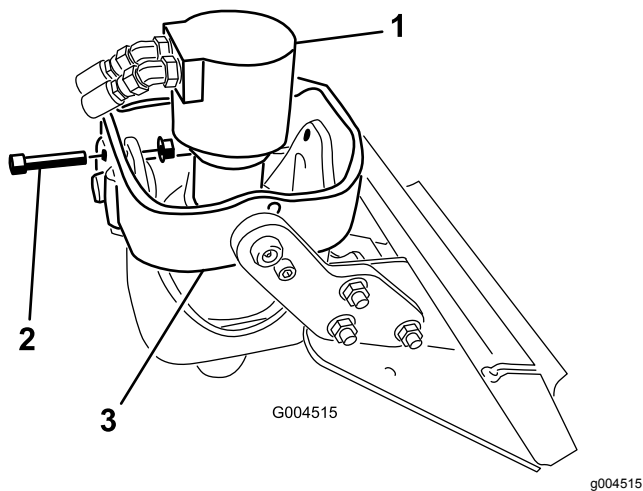

Figura 4
2. Se state installando una trivella sulla testata motrice modello 22806, spegnete il motore e togliete la chiave. Posizionate la testata motrice in senso verticale, fate scorrere un bullone ($\frac{1}{2}$ " x $2\frac{1}{2}$ ") nei fori dei bracci anteriori della base e fissatelo senza stringere con un dado flangiato ($\frac{1}{2}$ ") come mostrato nella Figura 4.